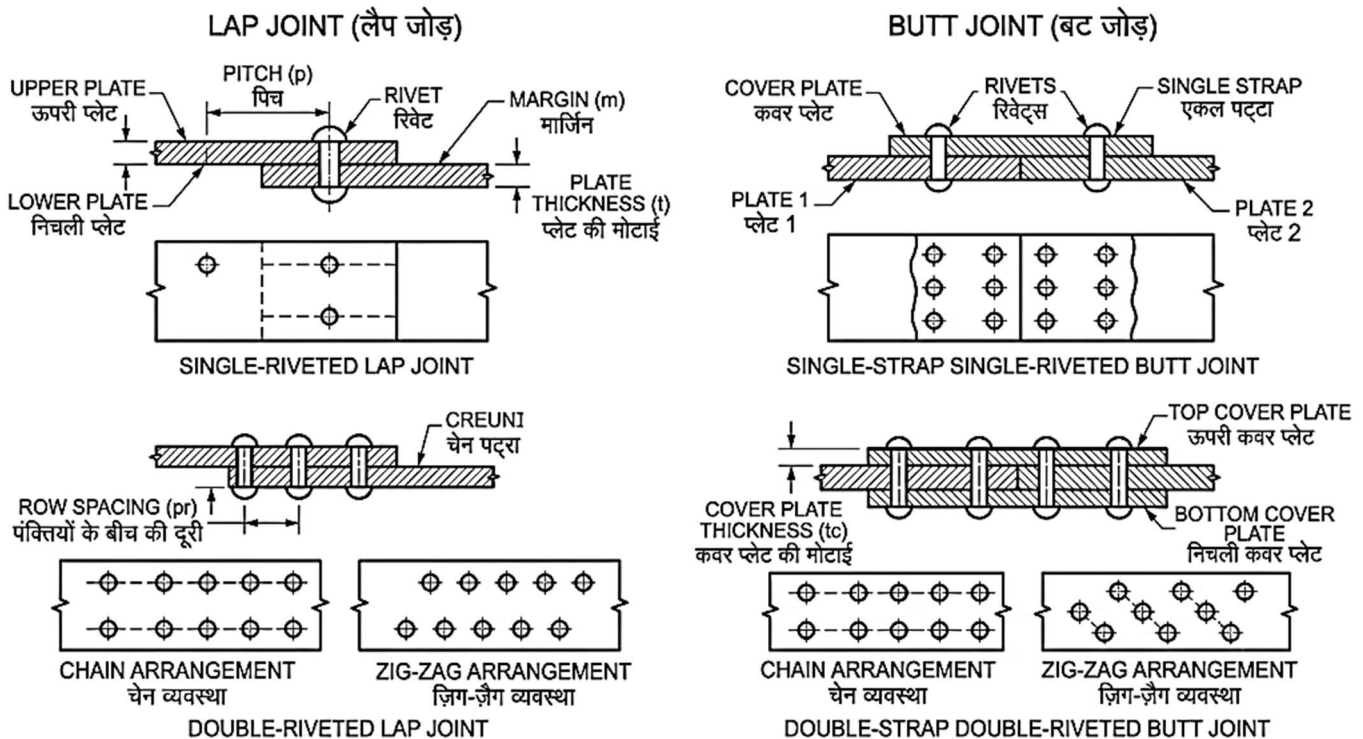

Fig. 7.10: Types of Riveted Lap and Butt Joints with Rivet Arrangements | रिवेटेड लैप एवं बट जोड़ों के प्रकार तथा रिवेट व्यवस्था
7.10.1 Introduction (Fig.7.10)
7.10.1 परिचय (Fig.7.10)